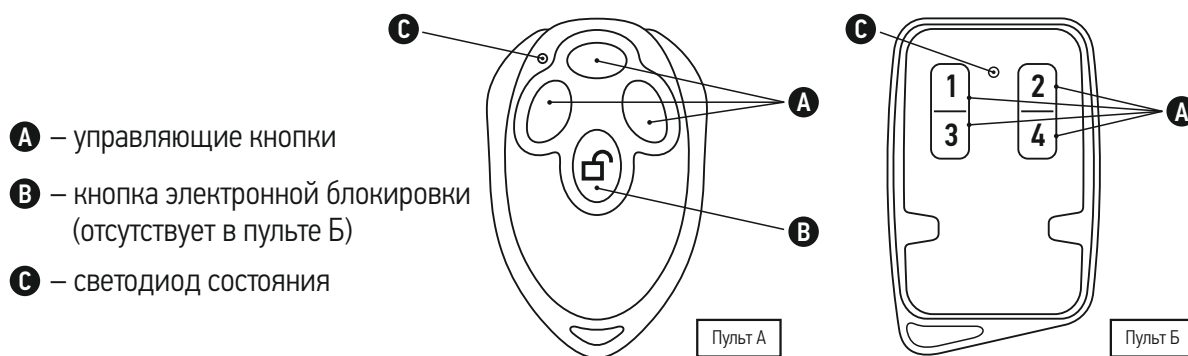

Рис. 6. Пульт радиуправления
Функция электронной блокировки предназначена для исключения открытия ворот при случайном нажатии на кнопки пульта. Если функция электронной блокировки включена, то для открытия ворот необходимо сначала кратковременно нажать кнопку «В» пульта (рис. 6), затем кнопку пульта, запрограммированную на управление приводом.
Управление приводом от одной кнопки пульта радиуправления АТ-4 (Рис. 6) осуществляется в режиме пошагового управления (соответствует последовательности действий ...Открыть - Стоп - Закреть - Стоп...).
- ❶ Нажмите кнопку «CODE»
- ❷ После появления на индикаторе надписи «Su» нажмите на 1...2с выбранную вами кнопку на пульте радиуправления (одну из кнопок А, рис. 6)
- ❸ Повторно нажмите на 1...2с ту же кнопку на пульте радиуправления. На индикаторе кратковременно замигает надпись «Su», после чего блок управления перейдет в режим ожидания.